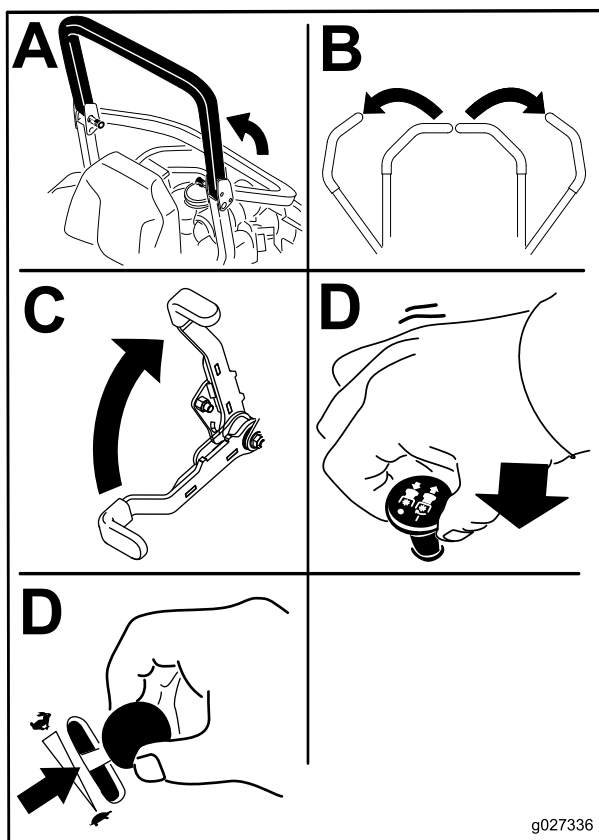

Figura 19
4. Spostate il comando delle lame (PDF) in posizione Off (Figura 19).